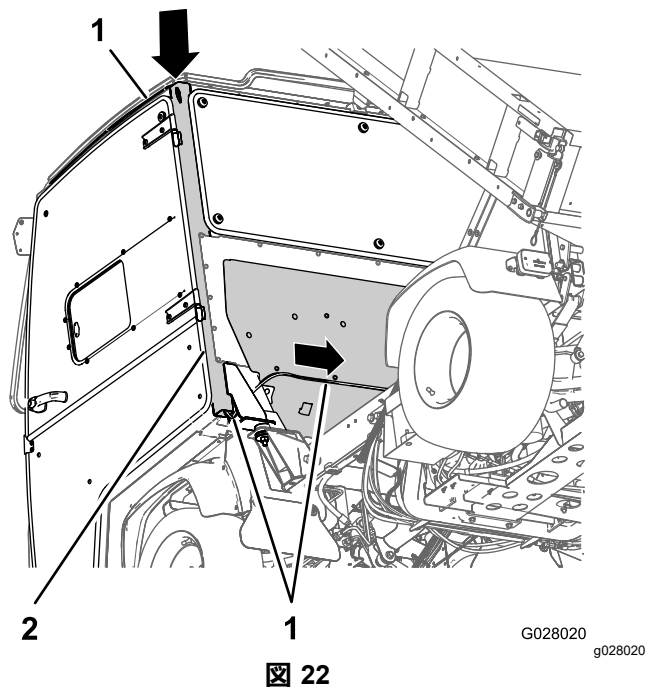

図 22
3. 運転席側のサイドピラーBの上部についている穴に、ホースのもう一方の端部を入れ、フレームの中を通してホースを下へ導く 図 22。